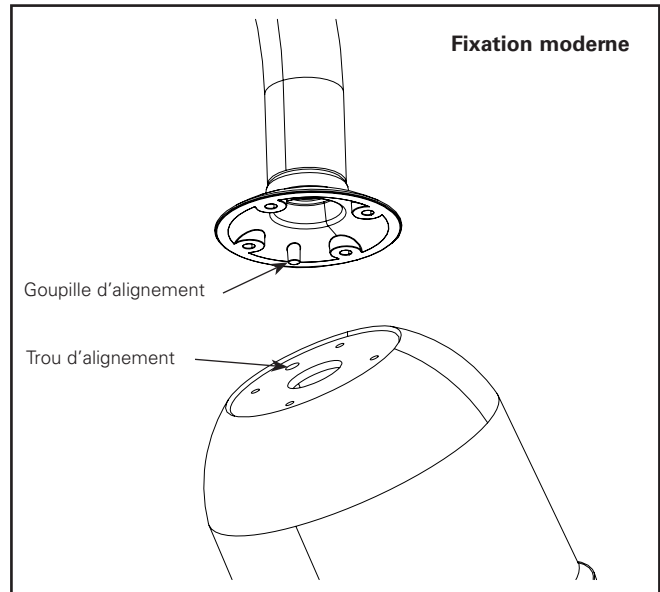

Figure 2.
5. Alignez le goujon de guidage et le trou lorsque vous soulevez le luminaire sur le bras. Voir la figure 2.